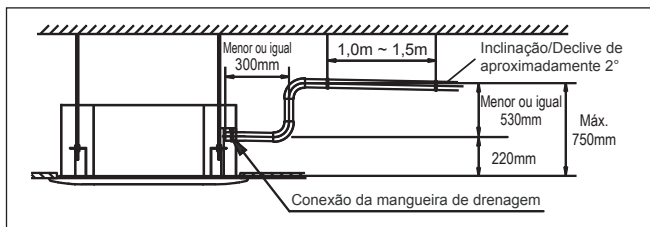

FIG. 33
- Se a saída do tubo de drenagem é superior a conexão da bomba, será necessária a utilização de um tubo de elevação para descarga da unidade interna. O tubo de elevação deverá ser instalado no máximo a 750 mm do teto e a distância entre a unidade e o tubo deverá ser inferior a 300 mm (Fig. 33). Caso a instalação não seja feita de maneira correta poderá causar retorno de água para a unidade e possível transbordamento (unidade interna "gotejando").